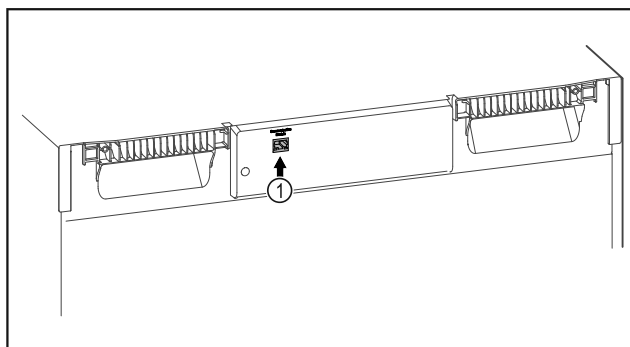

Fig. 79
- Vstavljen je SmartModule Fig. 79 (1).